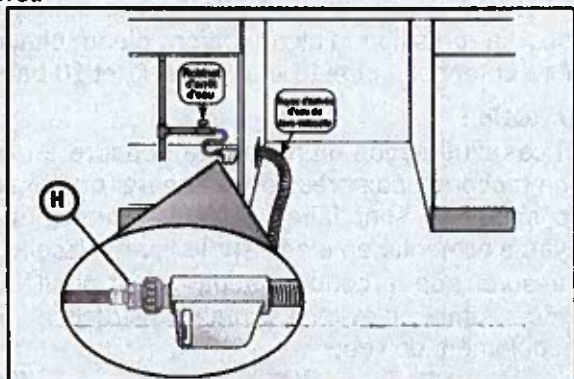

Figure 9
Installer un robinet d'arrêt (non fourni) facilement accessible sur le tuyau d'alimentation d'eau chaude, comme indiqué sur la Figure 9. Toutes les connexions soudées doivent avoir été faites avant de brancher la conduite d'eau sur le lave-vaisselle.
1. Brancher le raccord d'adaptateur (H) d'alimentation d'eau, qui se trouve dans le sachet contenant les pièces, sur le tuyau d'alimentation du lave-vaisselle. Ce raccord ne nécessite pas l'emploi d'un ruban d'étanchéité en Téflon.
**REMARQUE :** l'extrémité du tuyau d'alimentation du lave-vaisselle est lourde et doit être supportée. Il convient de déposer l'extrémité du tuyau sur le plancher de l'armoire comme indiqué sur la Figure 9.